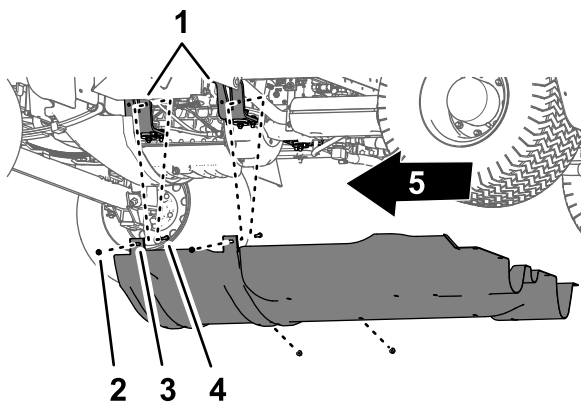

Bild 9
2. Nehmen Sie die vier Sicherungsbundmutter (5/16") von den Schrauben und der Schlossschraube ab, mit denen die Stützriemen der Fahrwerkabdeckung an den Befestigungshalterungen des Motors der Maschine befestigt sind (**Bild 9**).
4. Nehmen Sie die Fahrwerkabdeckung von der Maschine ab (Bild 8 und Bild 9).